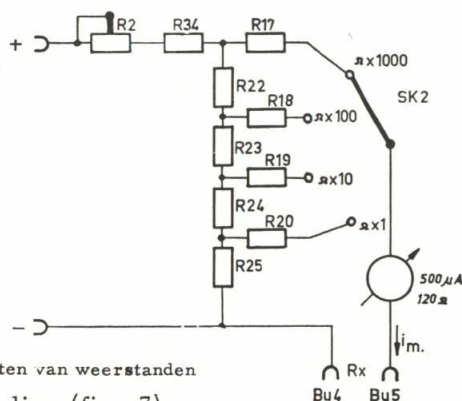

Fig. 6. Meten van weerstanden
E. Het meten van weerstanden (fig. 6)